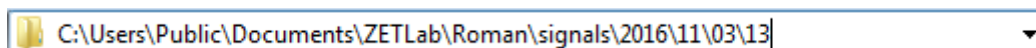

Рис. 3.8 Пример директории записанных сигналов
- Откроется соответствующая папка «signals», где записанные сигналы отсортированы по времени проведения записи, и имеет следующую структуру «...\signals\год\месяц\день\час». Пример приведен на Рис. 3.8